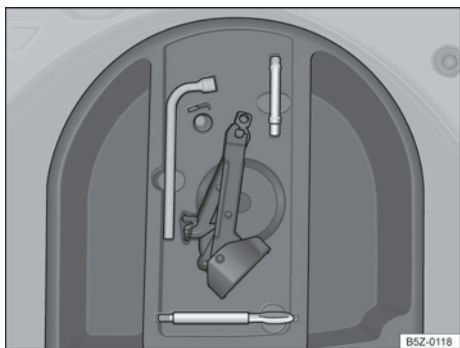

Fig. 130 No compartimento de bagagem: caixa de ferramentas de bordo.
- Retirar o revestimento por completo para retirar e acessar as ferramentas de bordo → Fig. 130.